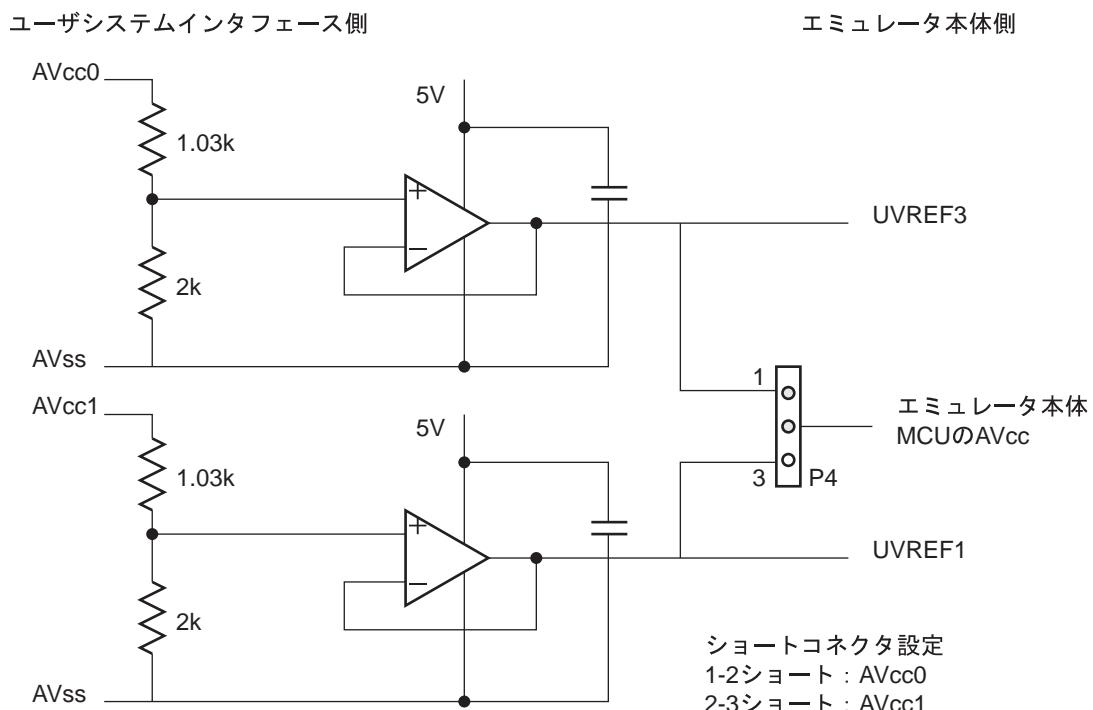

図12 AVcc0、AVcc1電源のレベルシフト回路
- (6) ユーザシステムインターフェースケーブル上にAVcc0、AVcc1電源のレベルシフト回路を搭載しています。図12にAVcc0、AVcc1電源のレベルシフト回路を示します。出荷時設定は、P4の1ピン、2ピン側にショートピンが挿入されています。ターゲットデバイスとエミュレータとの相違点の詳細は、エミュレータのユーザーズマニュアル(HS1650EPH60HJ)を参照してください。また、AVcc0、AVcc1の入力電圧範囲は、H8SX/1520グループハードウェアマニュアルを参照してください。